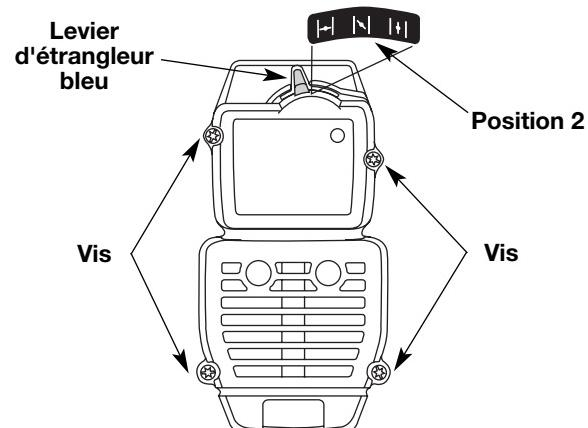

Fig. 32
REMARQUE: pour enlever le couvercle du filtre à air/silencieux, le levier bleu doit être en Position 2 (Fig. 32).
- Retirez les quatre (4) vis retenant le couvercle du filtre à air/silencieux (Fig. 32). Servez-vous d'un tournevis à mèche no. 20 Torx.
2. Insérez les quatre (4) vis dans les trous du filtre à air/couvercle du silencieux (Fig. 32) et vissez sans trop serrer.